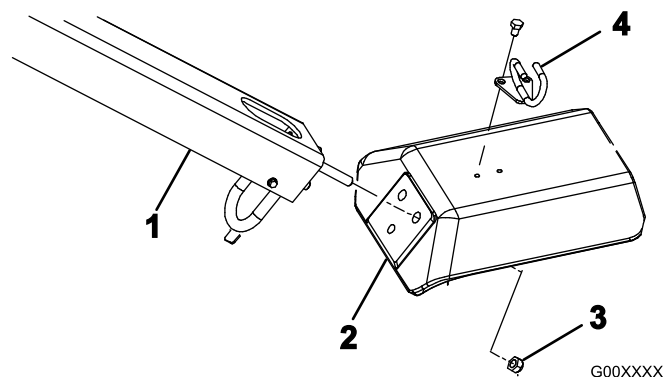

図 4
2. フォークの穴にハンドル取り付け用スタッドを差し込む（図 4）。
3. ロックナット 3 個と（1/2 インチ）を使って、ハンドル・スタッドを固定する（図 4）。
5. ボルト 2 本のボルト（5/16 x 1/2 インチ）で、ケーブル・ガイドをフォークの上に取り付ける（図 4）。